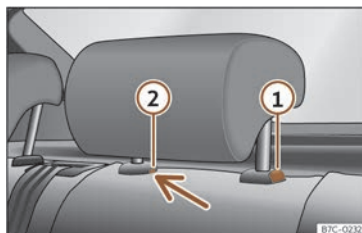

Fig. 103 Apoyacabezas trasero: desmontaje.
- Pulse la tecla >>> fig. 103 ①, apretando a la vez por el orificio del seguro ② con un destornillador plano de máximo 5 mm de anchura y retire el apoyacabezas.